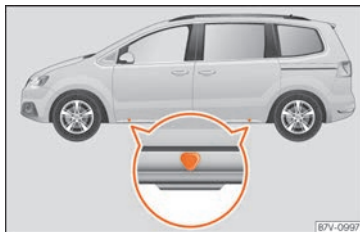

Fig. 47 Points de prise du cric.
- Recherchez sur le bas de caisse la marque du point d'appui du cric (zone renforcée) le plus proche de la roue à changer » » » fig. 47.